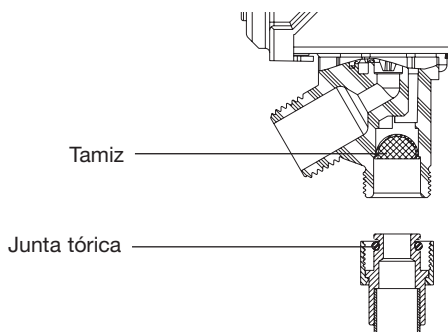

Figura 1
2. Repare los tamices de la válvula IntelliFlow® (consulte la Figura 1). Preste atención, antes de reparar los tamices, desactive la alimentación a la válvula IntelliFlow® desconectándola y luego cierre el suministro de agua fría y caliente a IntelliFlow®.